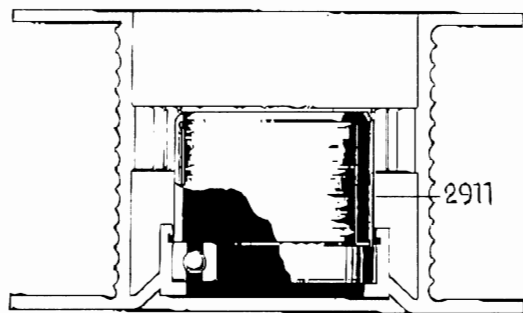
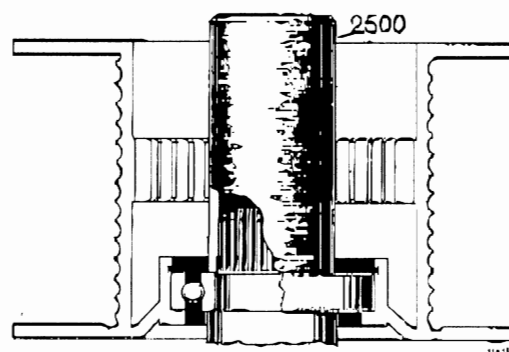

Bild 85. Ipressning av lager
Bild 88. Påpressning av trumma
25. Pressa lagret i lintrumman med 2911. Sätt dit låsringen. Bild 85.
26. Pressa in tätningen (13) i trumman med 6109. Bestryk tätningens tätningsläppar med fett.
28. Lyft på lintrumman, använd 2628. Ta bort 2628 och driv ner trumman med 2500. Bild 88.